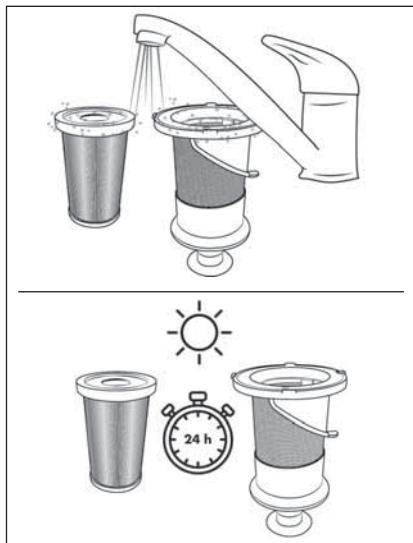

Fig. 20
- 5) Skyl HEPA-filteret ④ og filteret af rustfrit stål ⑤ under koldt eller lunkent vand. Lad HEPA-filteret ④ og filteret af rustfrit stål ⑤ lufttørre fuldstændig, før du sætter dem ind i støvbeholderen ⑥ igen (se fig. 20).
- Sørg for ved rengøring af filteret af rustfrit stål ⑤, at gummistudsen på den nederste åbning ikke bliver væk.